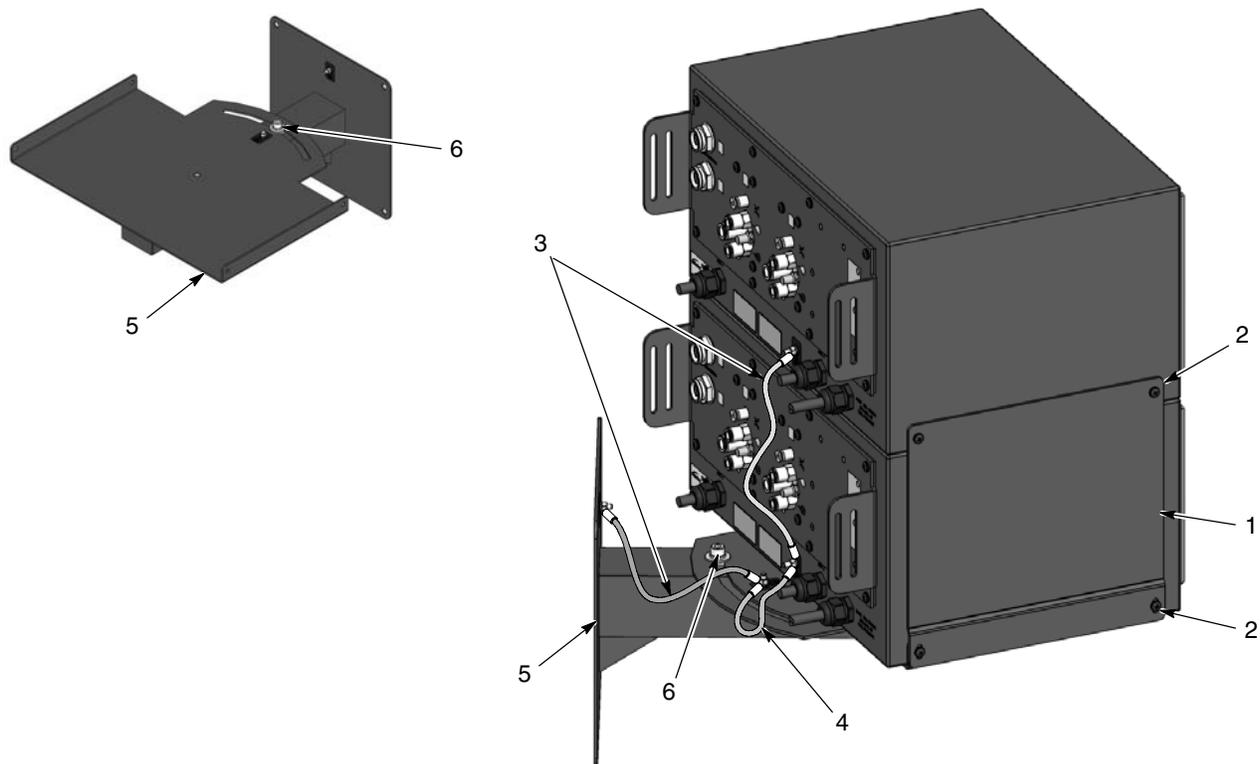

Figure 3-3 Montage du contrôleur double avec console de montage mural en option
1. Voir la figure 3-3. Installer la console de montage mural (5) sur une surface verticale suffisamment résistante pour supporter le poids du ou des contrôleurs et de la console de montage. Utiliser des éléments de fixation appropriés.
3. En cas d'installation d'un seul contrôleur, le fixer aux flasques de la console avec quatre vis à tête cylindrique M5 x 12 (2).
4. En cas d'installation de deux contrôleurs, utiliser quatre vis à tête cylindrique M5 x 12 (2) pour monter les extrémités fendues des consoles d'empilage (1) et le contrôleur sur le plateau. Ne pas serrer les vis.
6. Relier la masse du contrôleur du haut à celle du contrôleur du bas à l'aide d'un fil de terre de 30 cm (3). Relier la masse du contrôleur du bas au plateau de montage mural à l'aide du fil de terre de 10 cm (4). Utiliser l'autre fil de terre de 30 cm pour relier le plateau à la plaque de montage.
7. Desserrer le boulon (6) de pivotement du plateau pour faire tourner ce dernier dans la position souhaitée, puis serrer le boulon.